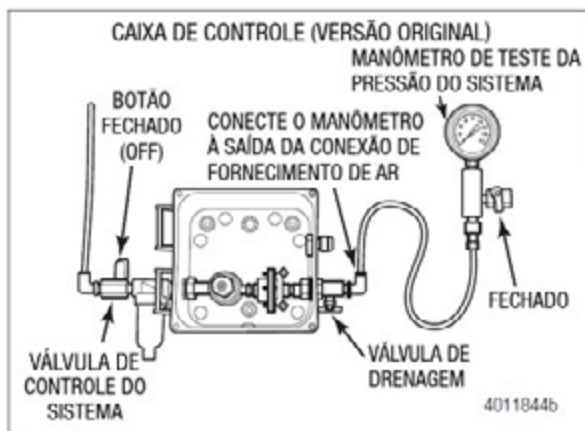
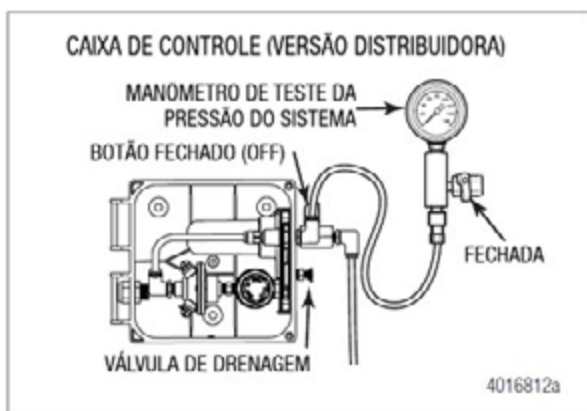

Figura 3.13
Figura 3.14
2. Gire a válvula da linha de fornecimento para a posição fechada. Figura 3.13 e Figura 3.14.
3. Abra a válvula de drenagem para liberar toda a pressão de ar do sistema. Feche a válvula. Figura 3.13.
4. Remova a mangueira de saída de ar da válvula, no lado da saída de pressão de ar da caixa de controle. Conecte o manômetro de teste na saída de ar. Figura 3.13.